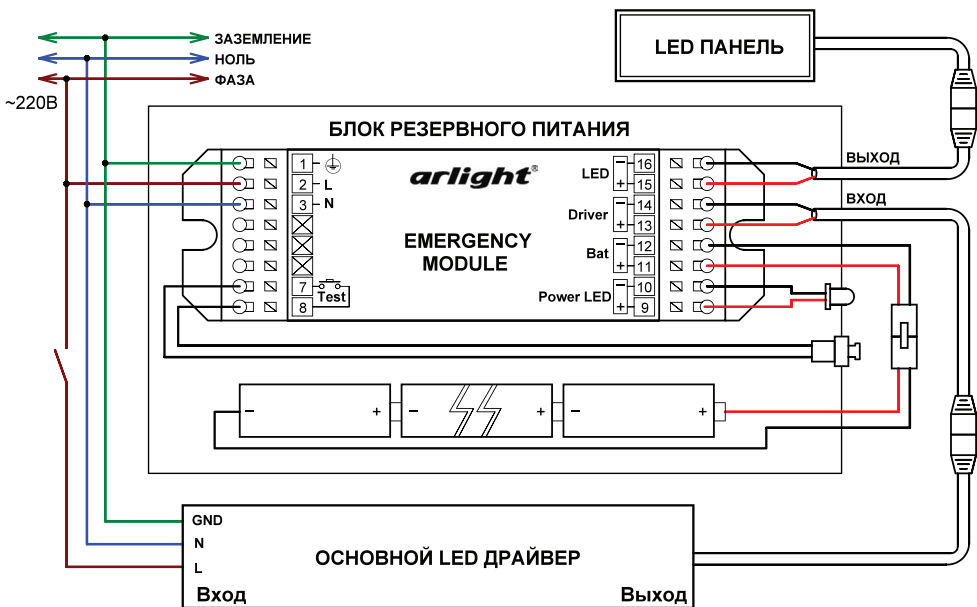

Рис.1. Схема подключения блока аварийного питания.
- 3.3. Подключите оборудование согласно схеме, приведенной на Рис.1. Блок аварийного питания состоит из модуля аварийного питания и аккумуляторной батареи, смонтированных в общем металлическом корпусе, и включается между основным драйвером и светодиодами.